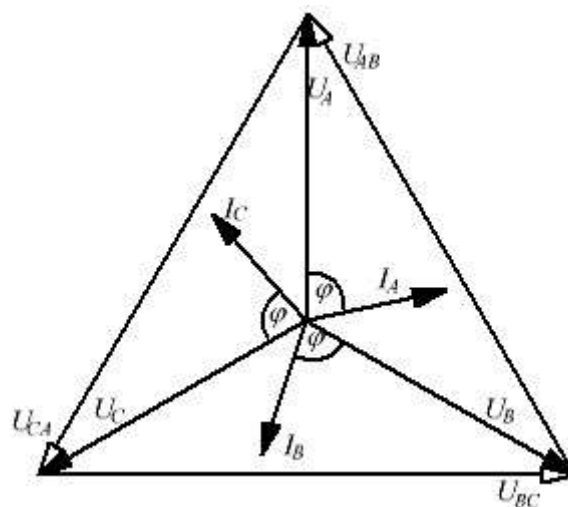

Рисунок 7 – Векторная диаграмма токов и напряжений при соединении потребителя «звездой»
9. Строим векторную диаграмму (рисунок 7):